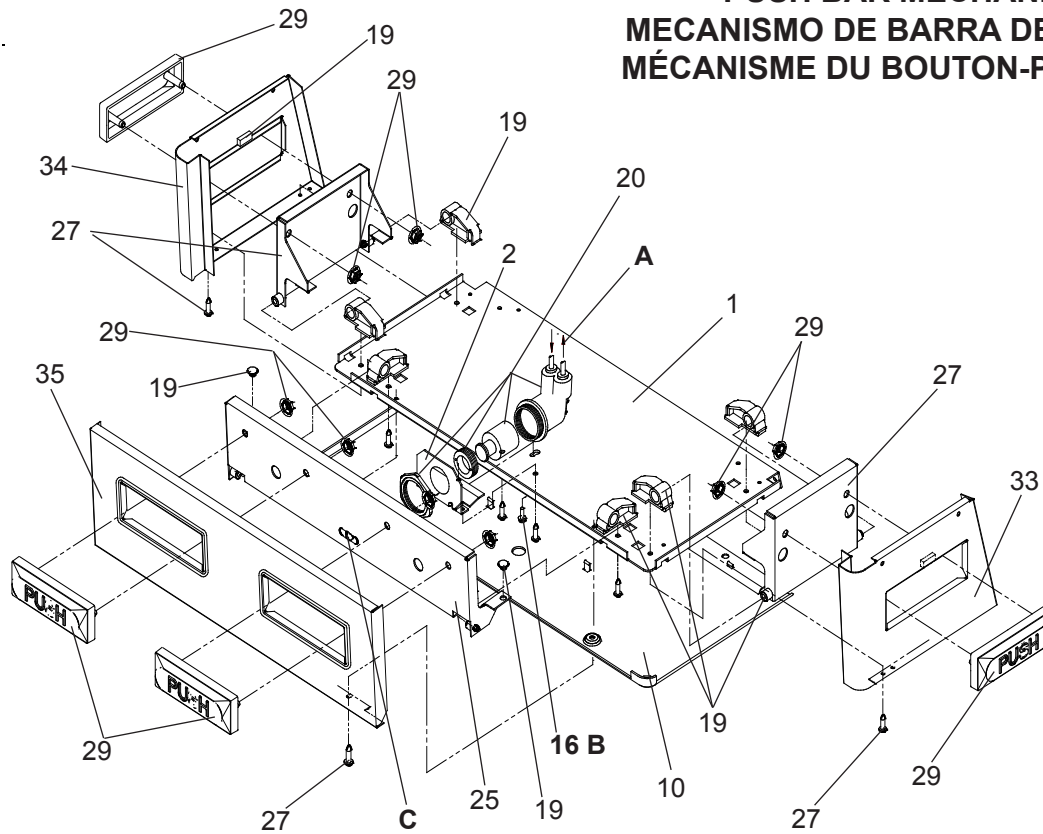

Fig. 4
- 4) Hang the cooler on the hanger bracket. Be certain the hanger bracket is engaged properly in the slots on the cooler back as shown in Fig. 4.
- 5) Loosen the two (2) screws holding the lower front panel at the bottom of cooler base and two (2) screws at the top. Remove the front panel and set aside.
- 8) Stream height is factory set for 45-50 PSI supply. If supply pressure varies greatly from this, adjust screw, accessible by removing front push panel (Item 35, Fig. 4). CW adjustment will raise stream and CCW adjustment will lower stream. For best adjustment, stream should hit basin approximately 6-1/2" (165mm) from bubbler.
- 9) Replace the front panel and secure by retightening four (4) screws.
- 4) Installez le refroidisseur sur les supports en vous assurant que ceux-ci sont bien installés dans les fentes à l'arrière du refroidisseur tel qu'indiqué à la figure 4.
- 5) Dégagez les deux (2) vis retenant le panneau inférieur avant au bas de la base du refroidisseur ainsi que deux (2) vis sur le dessus. Retirez le panneau avant et mettez-le de côté.
- 8) Hauteur de flux est réglé en usine pour la fourniture de 45 à 50 lb/po2. Si la pression varie beaucoup de ce point, ajustez la vis que l'on peut atteindre en retirant le panneau avant (article 31, fig. 4). Si vous ajustez dans le sens des aiguilles d'une montre, le jet augmentera et dans le sens contraire, le jet diminuera. Le meilleur ajustement est lorsque le jet frappe le bassin à environ 6-1/2" (165mm) du barboteur.
- 9) Remplacez le panneau avant et fixez le en place en resserrant les quatre (4) vis.